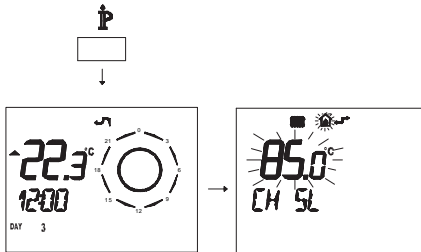

Figura 5.47
- Premere per più di 3 secondi il pulsante **P** per entrare in modalità **INFO** (Figura 5.47).